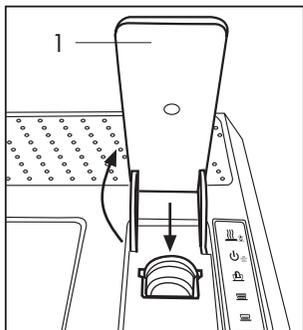

Abb. 9
- Klappen Sie den Steuerhebel (1) langsam auf (bis zum Anschlag) und setzen Sie eine Kapsel in die vorgesehene Öffnung ein (Abb. 9)